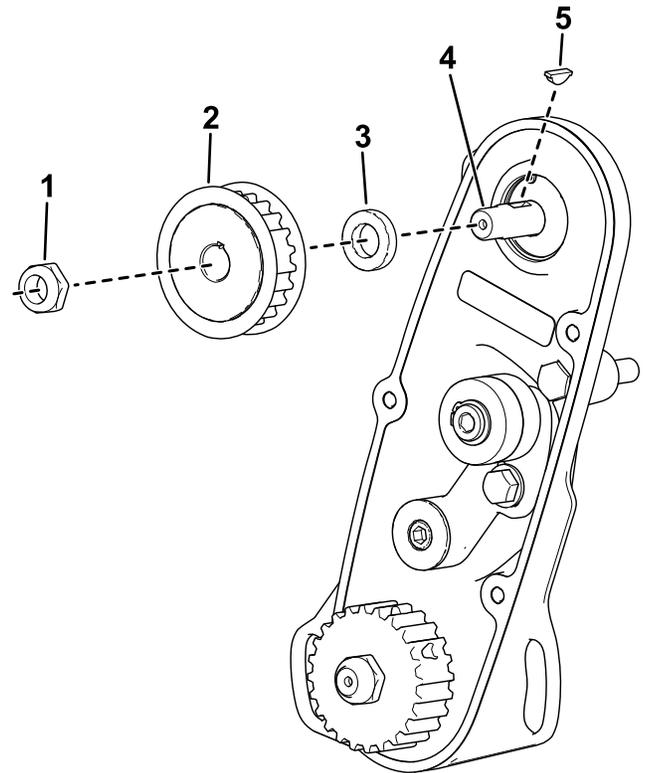

Figura 6
- B. Instale el espaciador (Figura 6).
- C. Instale la claveta en la ranura del árbol de transmisión (Figura 6).
- D. Instale la polea (Figura 6).
- E. Utilice la tuerca para fijar el nuevo árbol de transmisión del molinete al conjunto (Figura 6).